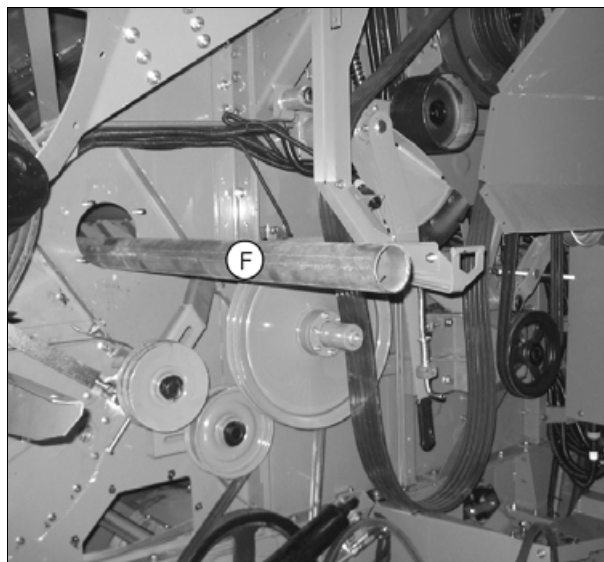

Рис. 4.
7. Вытащите задний битер через правую сторону. Удерживайте вал на весу с правой стороны при помощи вилчатого погрузчика или крана. Установите трубку (F) рис. 4 на вал с левой стороны. (диаметр трубки должен быть достаточно большим для установки на вал. Трубка предназначена для защиты резьбы от повреждений. Зафиксируйте трубу при помощи остроконечного винта). Поднимите вал с левой стороны и снимите задний битер с машины.